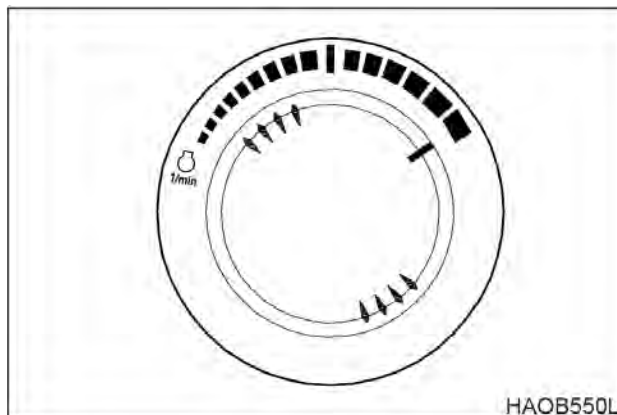

Рис. 30
1. Установить диск скорости двигателя (рис. 30) на необходимый диапазон скорости.